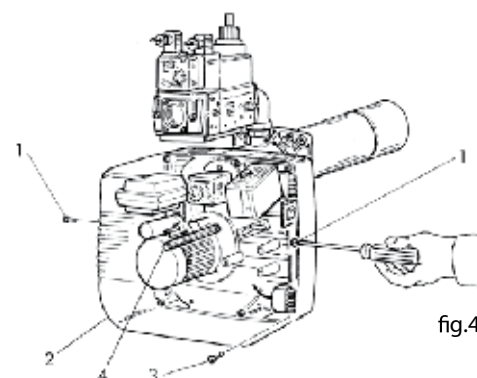

fig.4
É suficiente remover o painel de proteção (fig. 4) para alcançar todos os componentes principais.
- aflojar las vides 1 e tirar o painel de proteção (fig.4)
- aflojar las vides 3 e a dobradiça central 4 (fig.4)